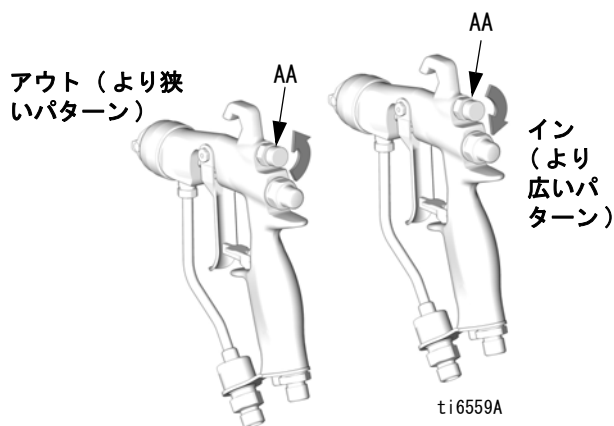

FIG. 4. パターンエアノブ
- FIG. 4 を参照してください。ノブ (AA) を時計回りに完全に回してパターン調節エアを停止させます。これは最も幅広のパターンにガンを設定します。
- FIG. 4 を参照してください。パターンを狭くするには、パターン調節バルブノブ (AA) を反時計回りに (アウト) に回します。パターンが十分に狭くならない場合は、ガンへのエア圧をわずかに増やすか、異なるサイズのチップを使用します。